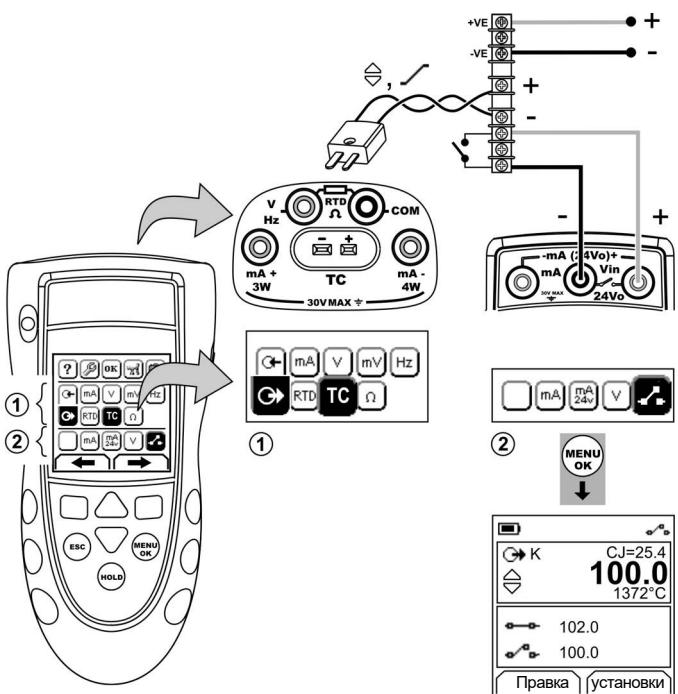

Рисунок 12: Пример конфигурации – Проверка выключателя
1. Подключите прибор (Рисунок 12) и, при необходимости, отрегулируйте *Настройка* (Таблица 1).